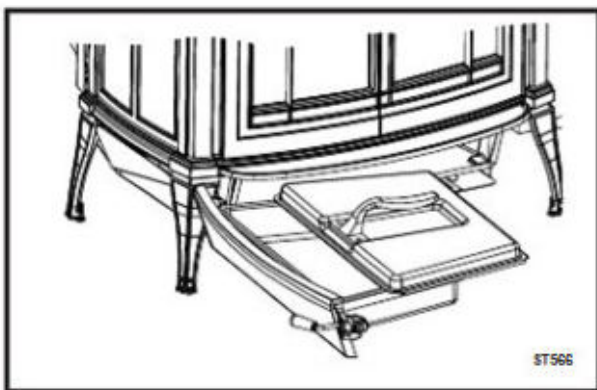

Рис. 32 Перед тем, как вытаскивать пеплосборник, убедитесь в том, что крышка плотно закрыта.
- Наденьте крышку и убедитесь в том, что она плотно закрыта (Рис. 32)